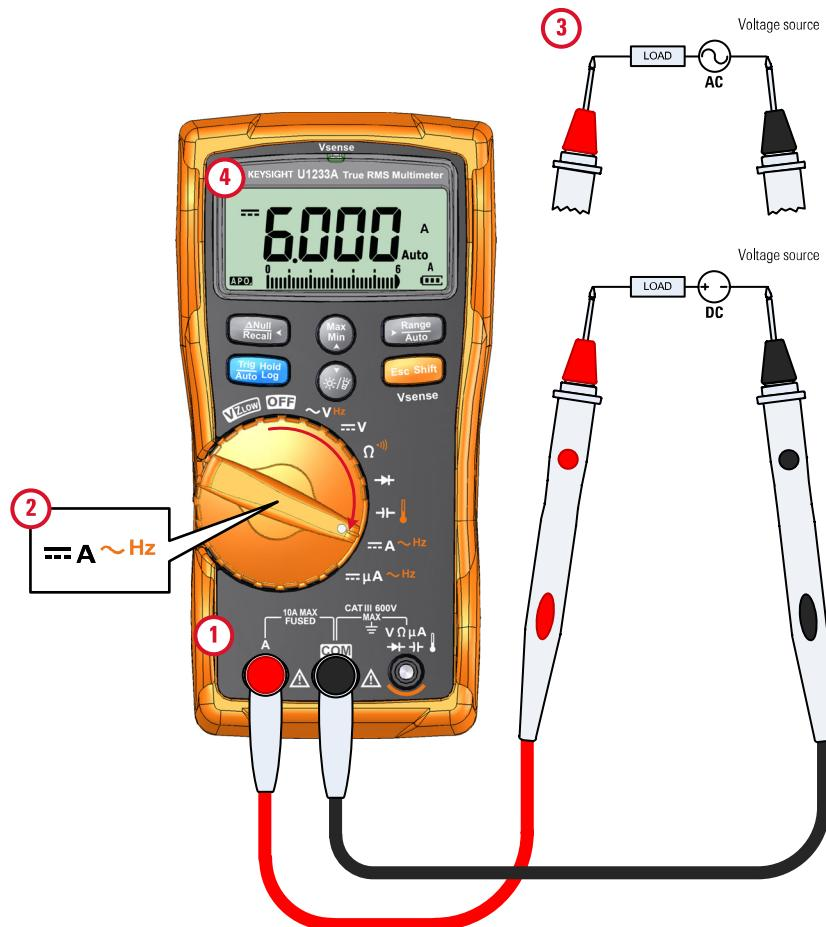
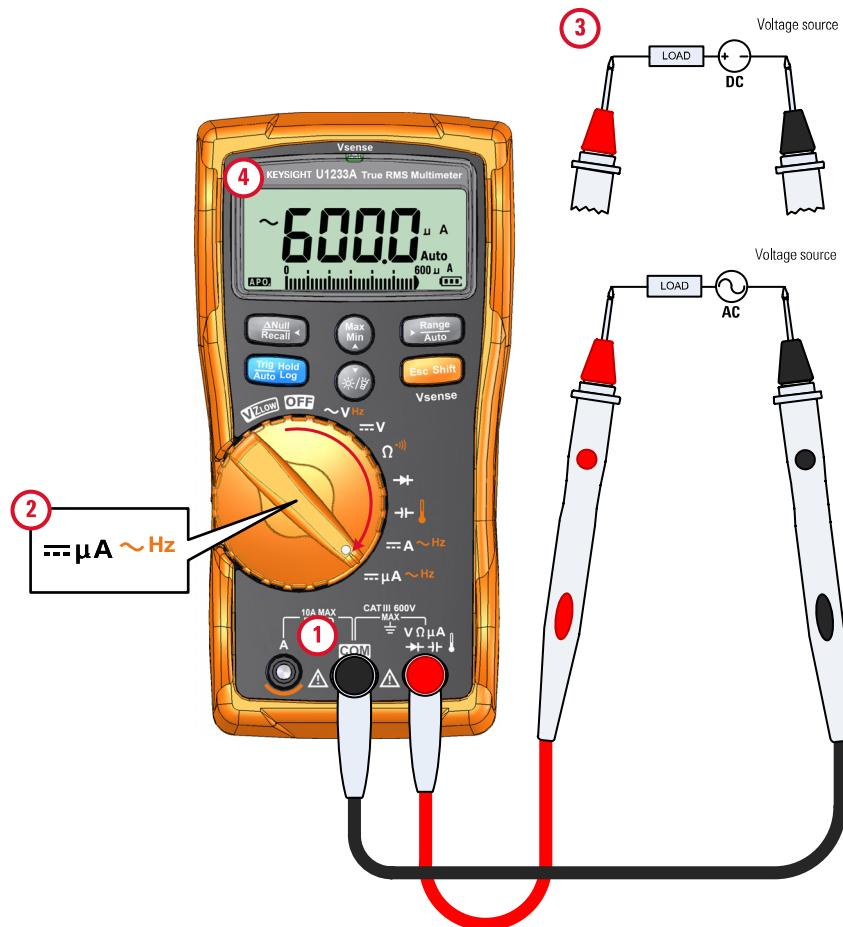

Figura 2-24 Misurazione della corrente CC/CA (fino a A)
Figura 2-25 Misurazione della corrente CA/CC (fino a μA)
Impostare il multmetro per misurare la corrente CA o CC come nella Figura 2-24 e nella Figura 2-25. Misurare i punti di test e leggere il display.
- 1 Impostare il multmetro per misurare i valori μA come nella Figura 2-25.